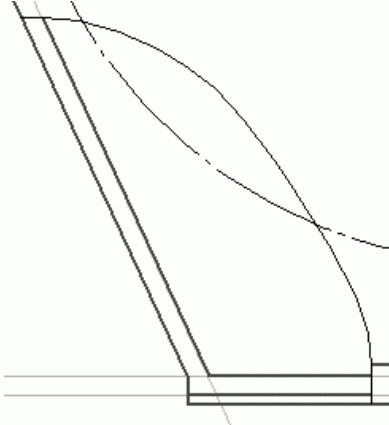

Рис. 2.116. Начало построения выреза в корпусе
- По построенным вспомогательным прямым начните создание выреза (рис. 2.116): дорисуйте внутреннюю поверхность стенки корпуса, удалите ненужные дуги и линии (при помощи команды Усечь кривую) и создайте линию-границу разреза (команда – Кивая Безье, стиль линии – Для линии обрыва).